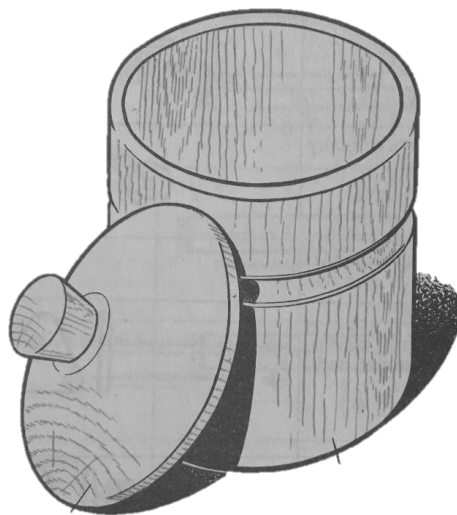

Рисунок 1. Образец коробочки
1. По указанным данным, в *М 1:1* разработайте чертёж деревянной коробочки (Рис.1). Чертежи оформляйте на одном формате А4, с указанием рамки и основной надписи.